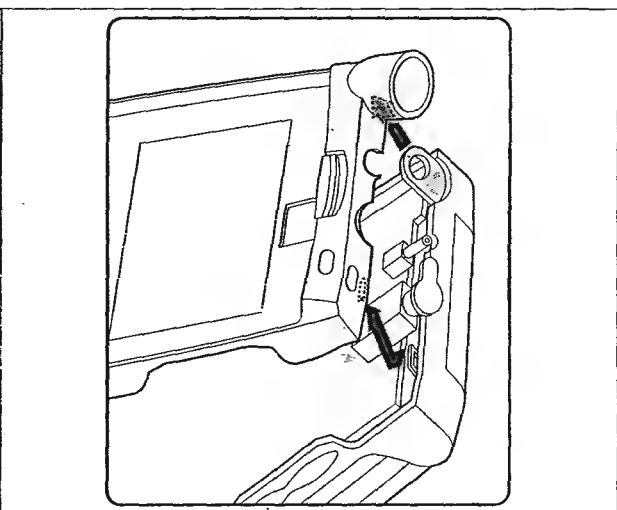

Рис. 2.7
- также, соблюдая осторожность, снимают заднюю крышку со стороны антенны с защелок — их очень легко сломать (рис. 2.7);